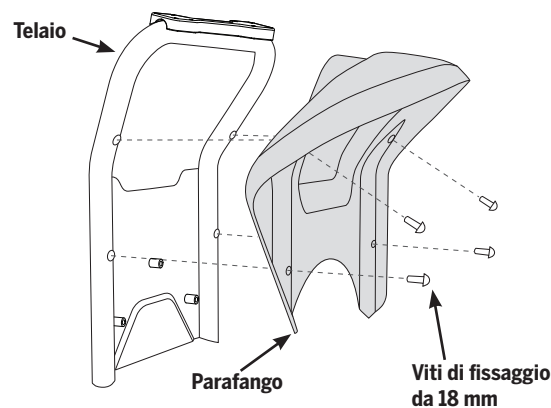

Figura 4. Installazione del parafango sul telaio di carico laterale x2 SE
4. Per estrarre il parafango dal telaio, rimuovere le quattro viti di fissaggio da 18 mm utilizzando una chiave a brugola da 4 mm (vedere la **Figura 4**).